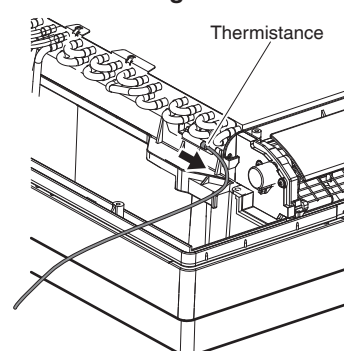

Fig. 5
- 6) Retirez la thermistance. (Voir Fig. 5)